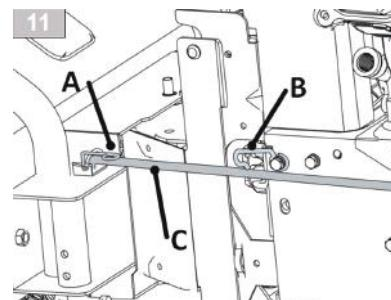

Рисунок 11
- a) вытащите шплинт (рис.11 A) из рулевой тяги
- c) зафиксируйте тягу руля (рис.11 C) крюком (рис.11 B).